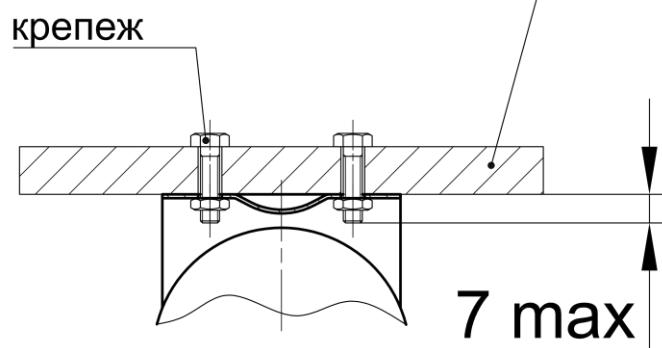

Рисунок 2.2 - OSP с держателем ж/д
- ж/д - для подвижного состава железной дороги, см. рис. 2.2;
6.4 ОСП с держателем ж/д монтируется на защищаемом объекте при помощи болтов, винтов или резьбовых шпилек. Координаты крепежных отверстий держателя и рекомендация по установке крепежа см. рис. 2.2;